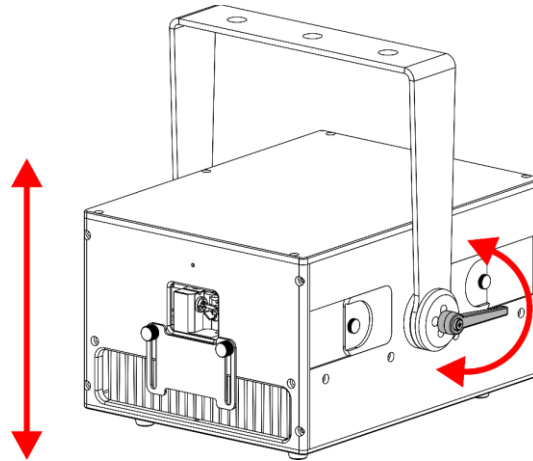

Abb. 11
- 01) Drehen Sie die **Einstellschrauben (04)** gegen den Uhrzeigersinn, um sie zu lösen.
- 02) Kippen Sie den Scheinwerfer in die gewünschte Position (Abb. 11).
- 03) Drehen Sie die **Einstellschrauben (04)** mit dem Uhrzeigersinn wieder fest. Stellen Sie sicher, dass sich der Scheinwerfer nicht frei bewegen kann, wenn die **Einstellschrauben (04)** angezogen sind.